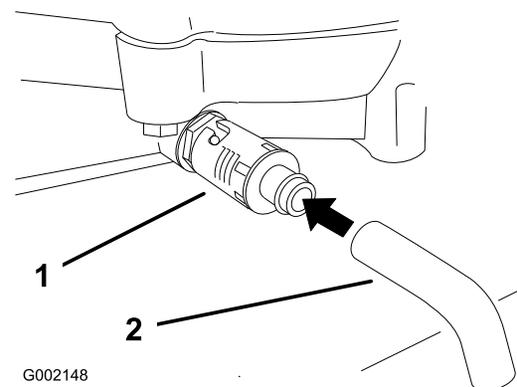

Рисунок 21
4. Поместите поддон под сливное отверстие. Поверните клапан слива масла, чтобы дать маслу стечь (Рисунок 21).